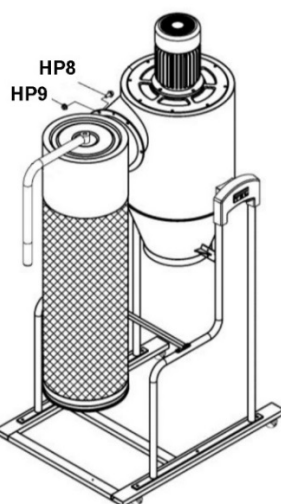

Abbildung 9
10. Die Dichtung (X) zwischen Topffilter und Gehäuse einpassen. Den Topffilter auf dem Hauptgehäuse anbringen und die Flanschkopfschrauben (HP8) und die Muttern (HP9) festziehen. Siehe Abbildung 9.